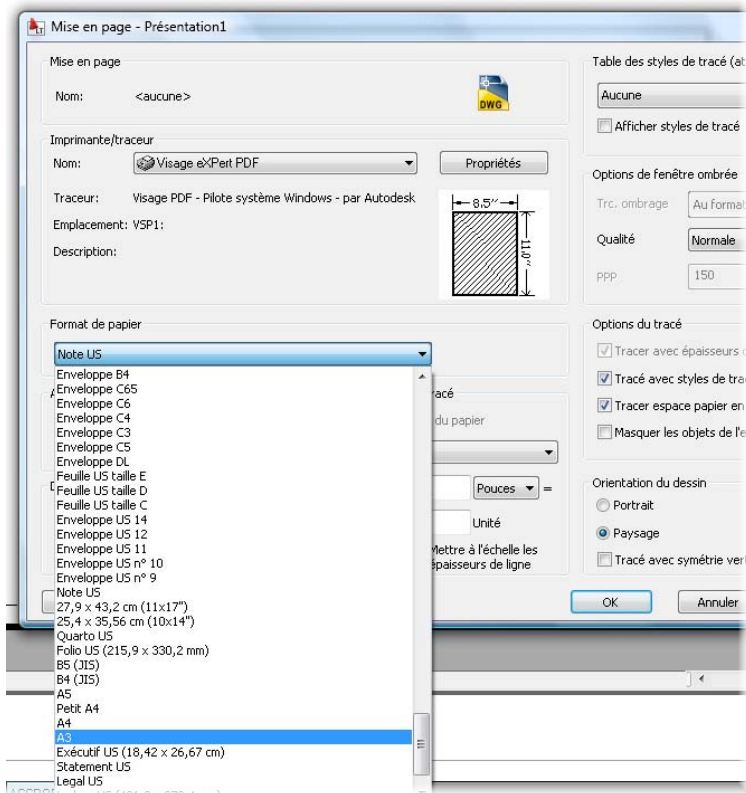

Figure 6.7
7. Sélectionnez le type de format à utiliser par l'imprimante ou le traceur (voir Figure 6.7). Ici, le format choisi est un A3.